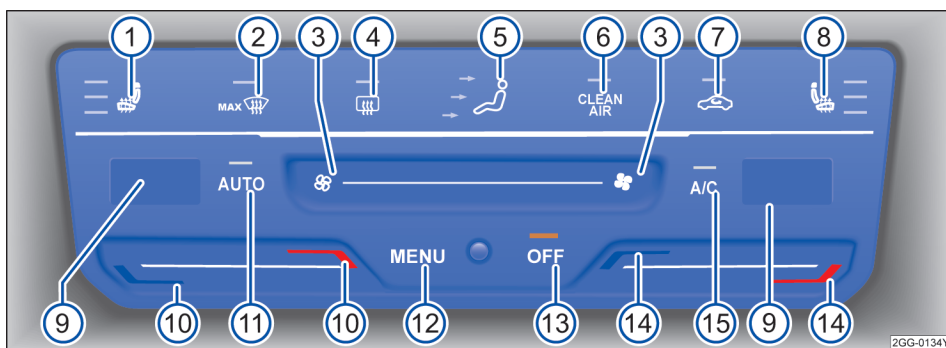

图 83 在中控台上部内：触控式自动空调的操作元件
- 触摸按钮 [OFF] → 图 83。
触摸按钮 → 图 83 调整气流分配：
触摸按钮 [MAX] → 图 83 可尽快将前窗玻璃除霜并除去水雾（除霜功能）：